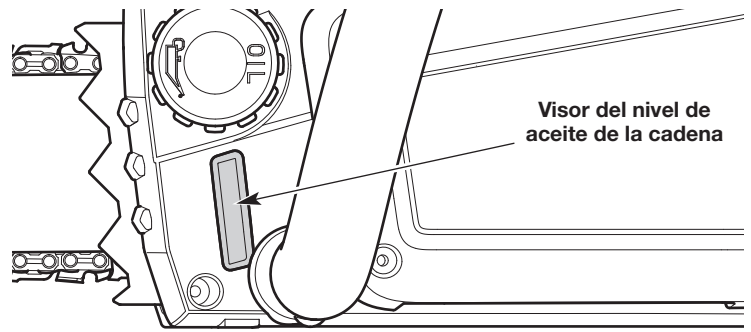

Fig. 36
1. **Coloque la unidad sobre una superficie plana y nivelada. Coloque la unidad en posición vertical (Fig. 36).**
2. Observe el interior del visor del nivel de aceite de la cadena. El nivel de aceite debe llenar el visor por lo menos hasta la mitad (Fig. 36). Si el nivel de aceite es demasiado bajo, agregue aceite para la barra y la cadena. Consulte *Llenado del depósito de aceite de la cadena*.